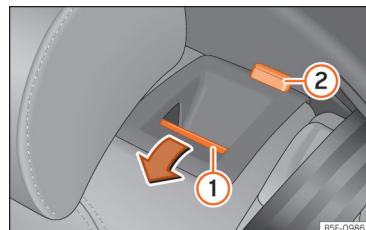

Рис. 74 Заднє сидіння: складання спинки.
- Натисніть важіль розблокування »» **рис. 74**
① і водночас опустіть спинку вперед. Якщо ви бачите червону позначку ②, отже, спинка сидіння розблокована.